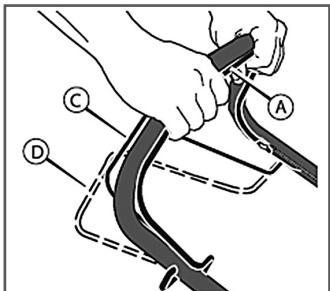

Рис. 11 Включение привода колес
1. Удерживайте рычаг остановки двигателя (A) в рабочем положении (Рис. 11). Запустите двигатель.